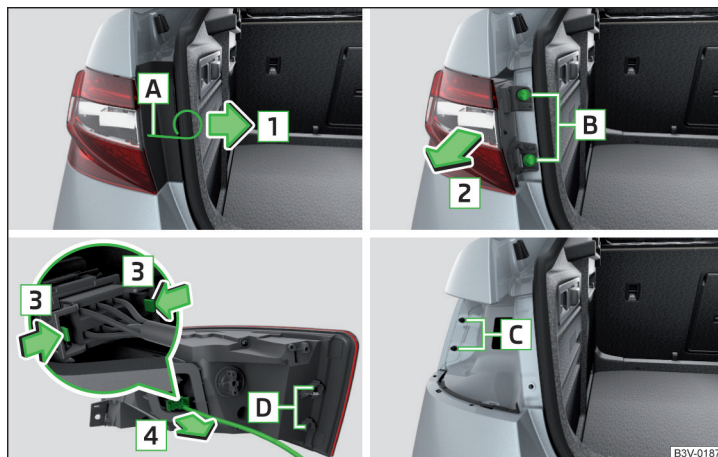

Fig. 367 Desmontar la lámpara / Quitar el conector
- Introducir en la apertura **A** » fig. 367 el estribo para retirar los tapacubos integrales.
- Introducir el conector contra el sentido de la flecha **4** » fig. 367 en la luz. Los bloqueos en el conector tiene que encastrar con seguridad.